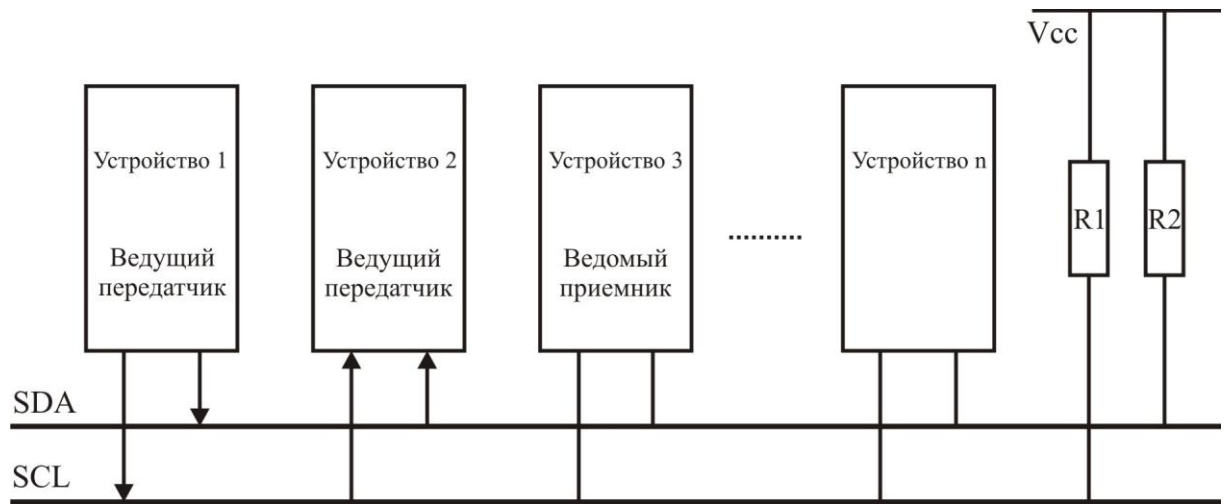

Рисунок 3.93 – Пример арбитража
1. Два или более ведущих выполняют идентичную связь с одним и тем же ведомым. В этом случае ни один ведомый и ни один из ведущих не узнает об этой конфликтной ситуации (смотри рисунок 3.93).